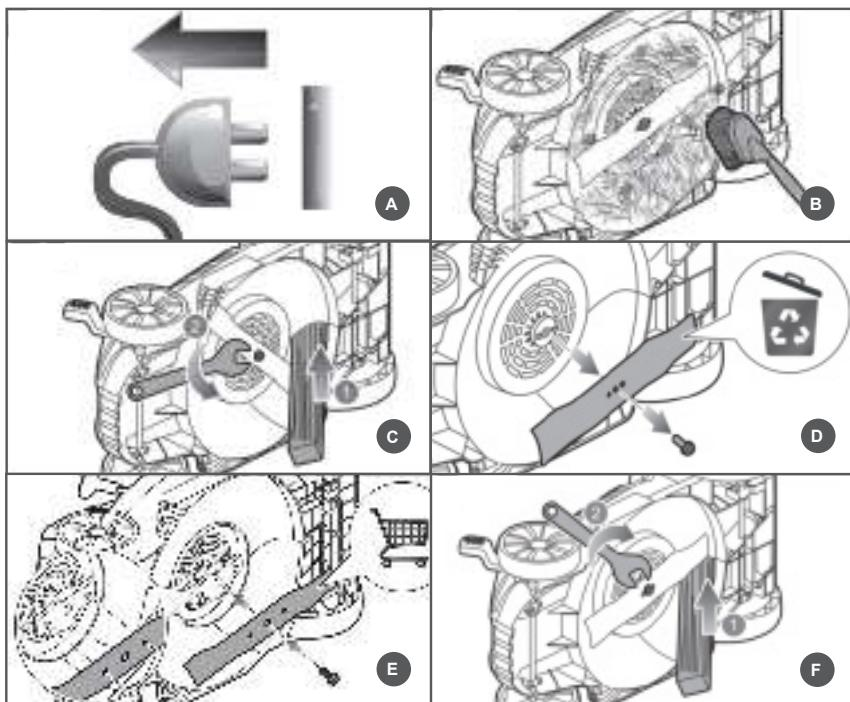

Рис. 17 Замена ножа
2. Возьмите одной рукой нож и крепко держите, или установите деревянный бруск 1 и зафиксируйте нож от проворачивания (Рис. 17).
3. Установите гаечный ключ 2 (в комплектность не входит) и открутите против часовой стрелки болт крепления ножа (Рис. 17).
5. Установите новый нож на адаптер 2 (Рис. 17) так, чтобы:
брюсок 1 и зафиксируйте нож от проворачивания (Рис. 17).